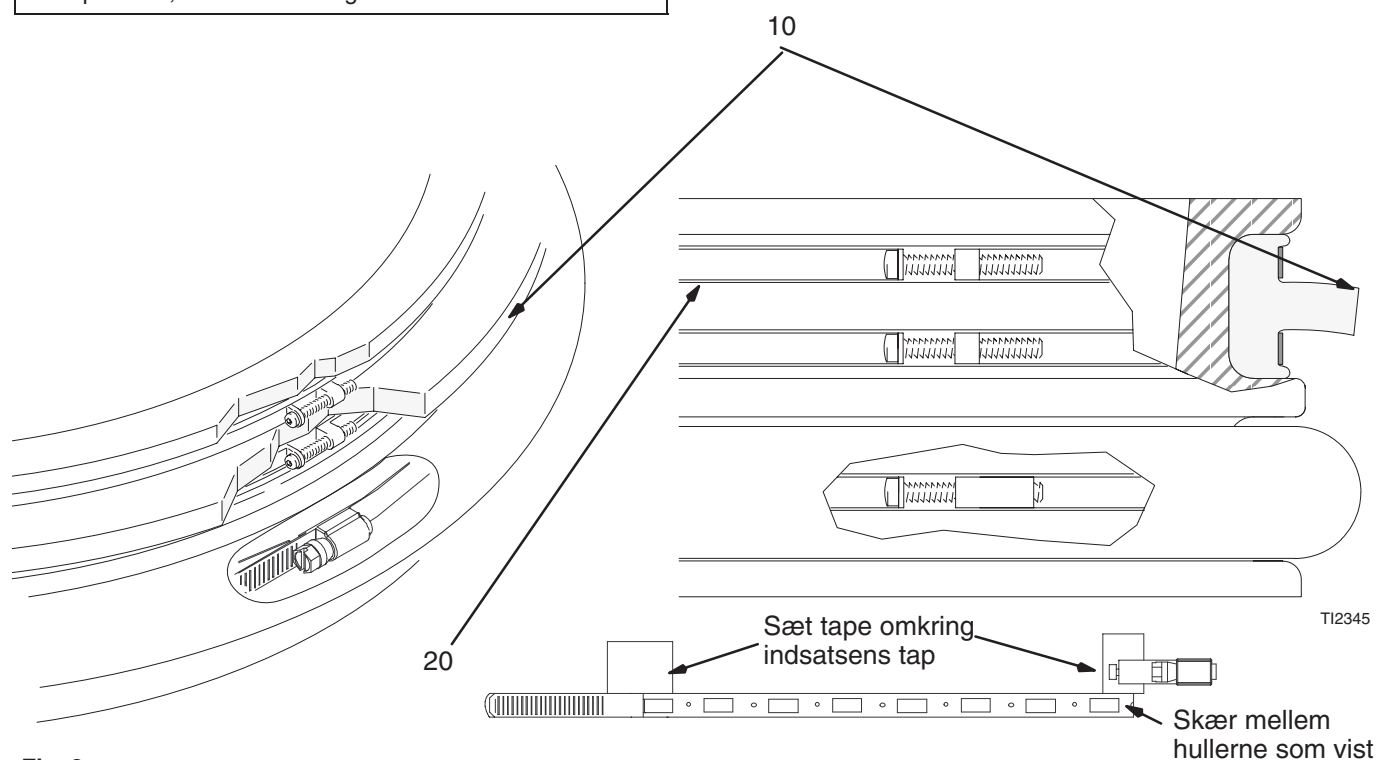

Fig. 2
6. Saml og tilskær båndet som vist på fig. 2.